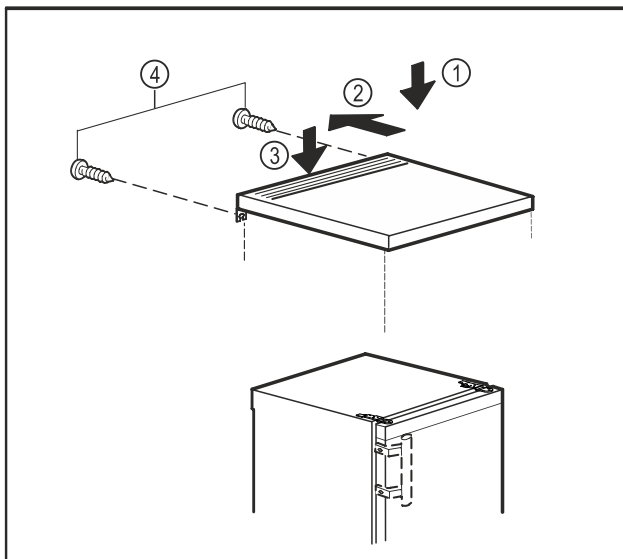

Fig. 19
- ▶ Položite mizno ploščo na napravo. Fig. 19 (1)
- ▶ Mizno ploščo potisnite nazaj. Fig. 19 (2)
- ▶ Mizno ploščo potisnite zadaj navzdol. Fig. 19 (3)
- ▶ Trdno privijte vijake na zadnji strani. Fig. 19 (4)